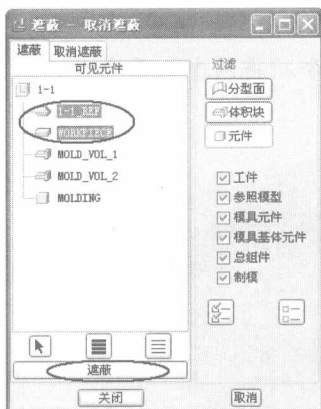
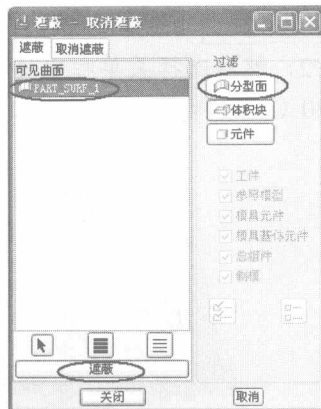

图1-25 遮蔽参照模型和毛坯工件
图1-26 遮蔽分型面
23. 单击顶部工具栏中的遮蔽按钮 , 将如图 1-25 所示的参照模型“1-1_REF”和毛坯工件“WORKPIECE”遮蔽, 再单击如图 1-26 所示的  分型面按钮, 将分型面“PART_SURF_1”遮蔽。